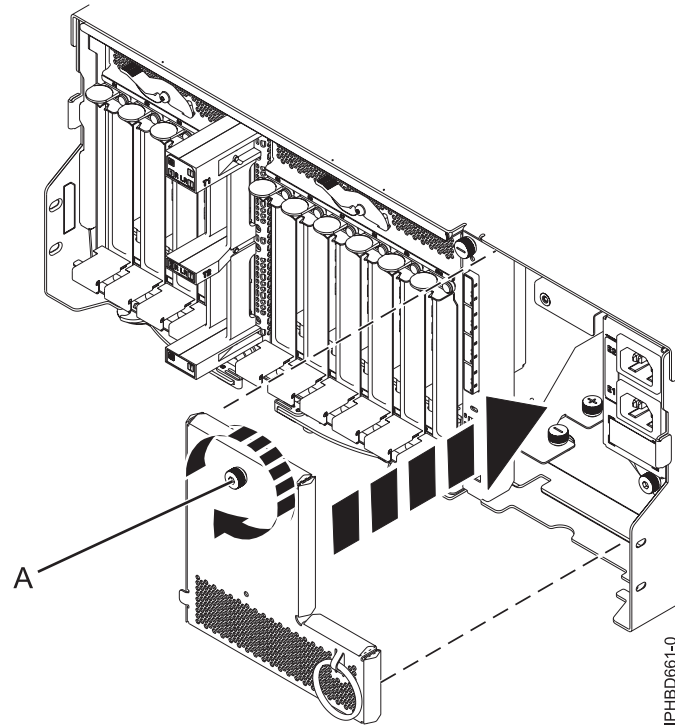

Figura 32. Sustitución de una cubierta de conjunto de distribución de alimentación de entrada
6. Vuelva a colocar la cubierta del conjunto de distribución de alimentación de entrada y, a continuación, apriete el tornillo de mano (**A**) como se muestra en la Figura 32 en la página 31.